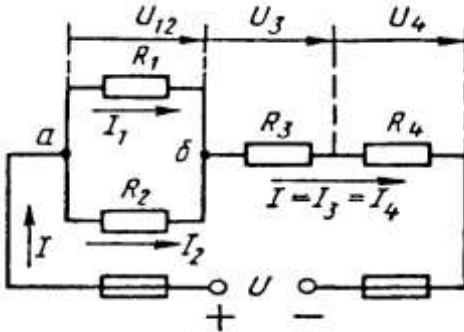

Рис. 1
Условие задачи. Цепь постоянного тока со смешанным соединением состоит из четырех резисторов. Заданы схема цепи (рис. 1), значения сопротивлений резисторов:
2) обозначим токи I_1, I_2, I_3, I_4 на (рис. 1) стрелками и определим их значения из формулы мощности: